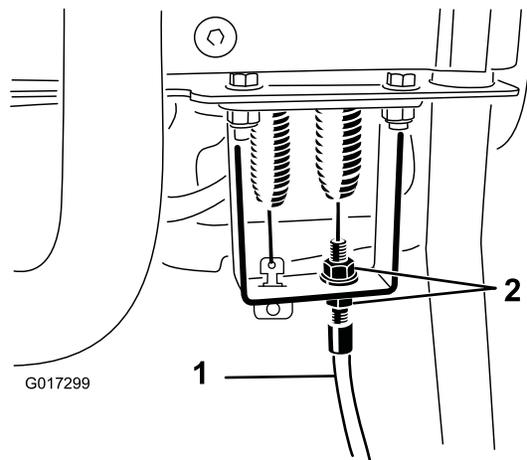

図 45
4. コントロールハンドルのバルクヘッド部で、リールコントロールケーブルをゆるめてケーブルにたるみを持たせる 図 45。